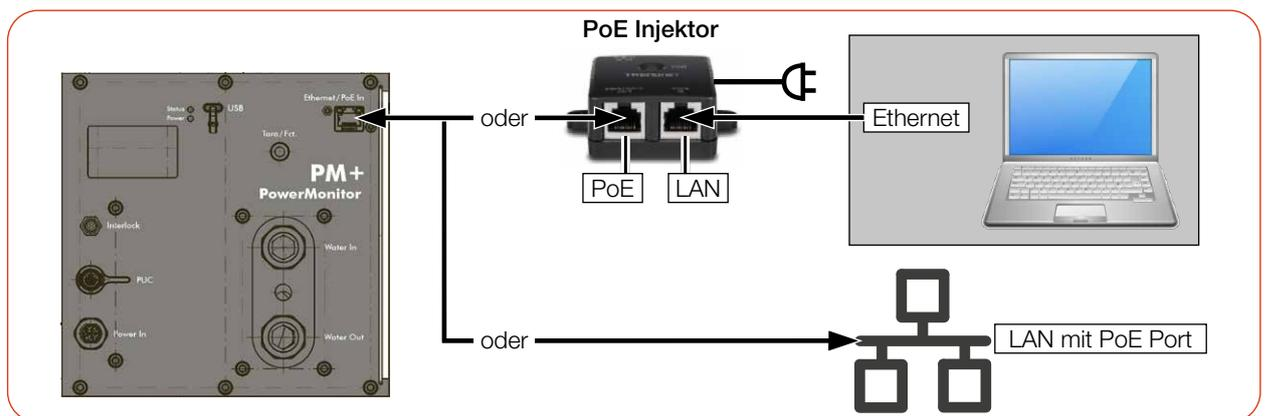

Abb. 8.5: Spannungsversorgung und Datenübertragung über PoE In
- ▶ Schließen Sie die Kabel gemäß der Abb. 8.5 auf Seite 29 an.